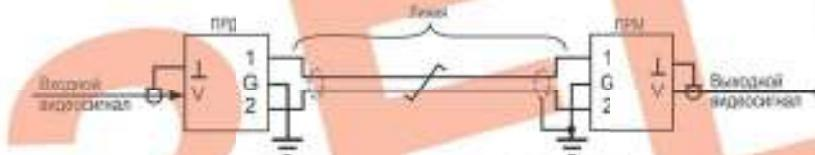

Рис.2 Схема включения АПВС-TVI
- Включение АПВС-TVI показано на рис.2, 3, 4, 5.